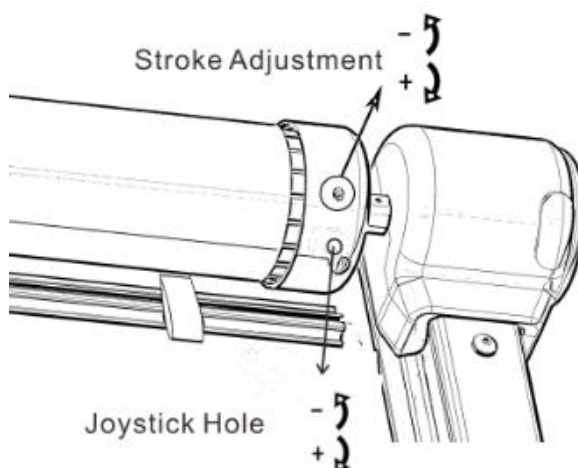

Figure C32
3.13.3 Si el recorrido de apertura del toldo es demasiado grande o demasiado pequeño, puede usar la tapa decorativa en la cubierta del extremo del motor para ajustar con precisión el orificio de ajuste A con una llave Allen para aumentar o disminuir el recorrido de apertura (Figura C32).